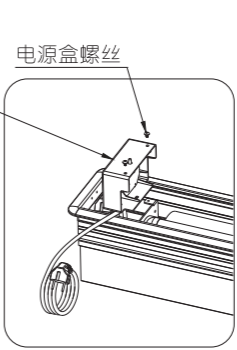
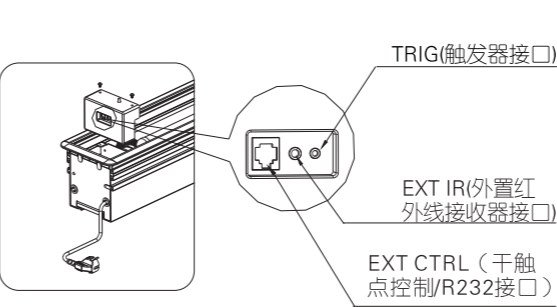
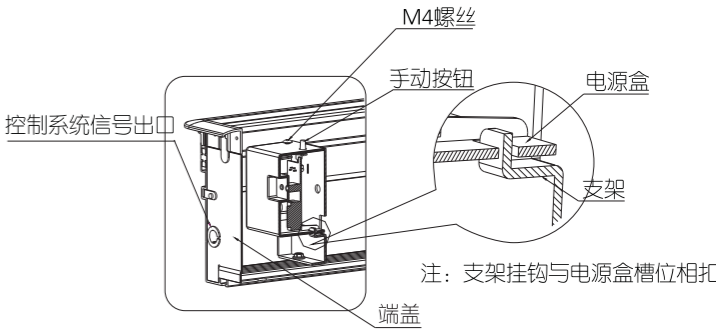

图 7
图 10
图 11
- 2) 拧下电源盒螺丝，取出电源盒（注：电源盒在安装后的状态下是与支架的挂钩相扣的，如图11所示，取出步骤：提起电源盒，向后平移），因电机电源线预留长度有限，请勿强制扯拉电源线，如图7所示。
- 5) 将端盖板安装好，并拧紧胶头螺丝，如图10所示。
- 6) 将外置红外线接收器插上EXT Ir孔（如图10所示）（注：安装好的外置红外线接收器塑胶头应放入银幕内框里，防止银幕需要开口向下放置时压坏接收器），再将电源盒安装回支架（注：确保电源盒槽位与支架挂勾相扣）并拧上电源盒螺丝。如图11所示。